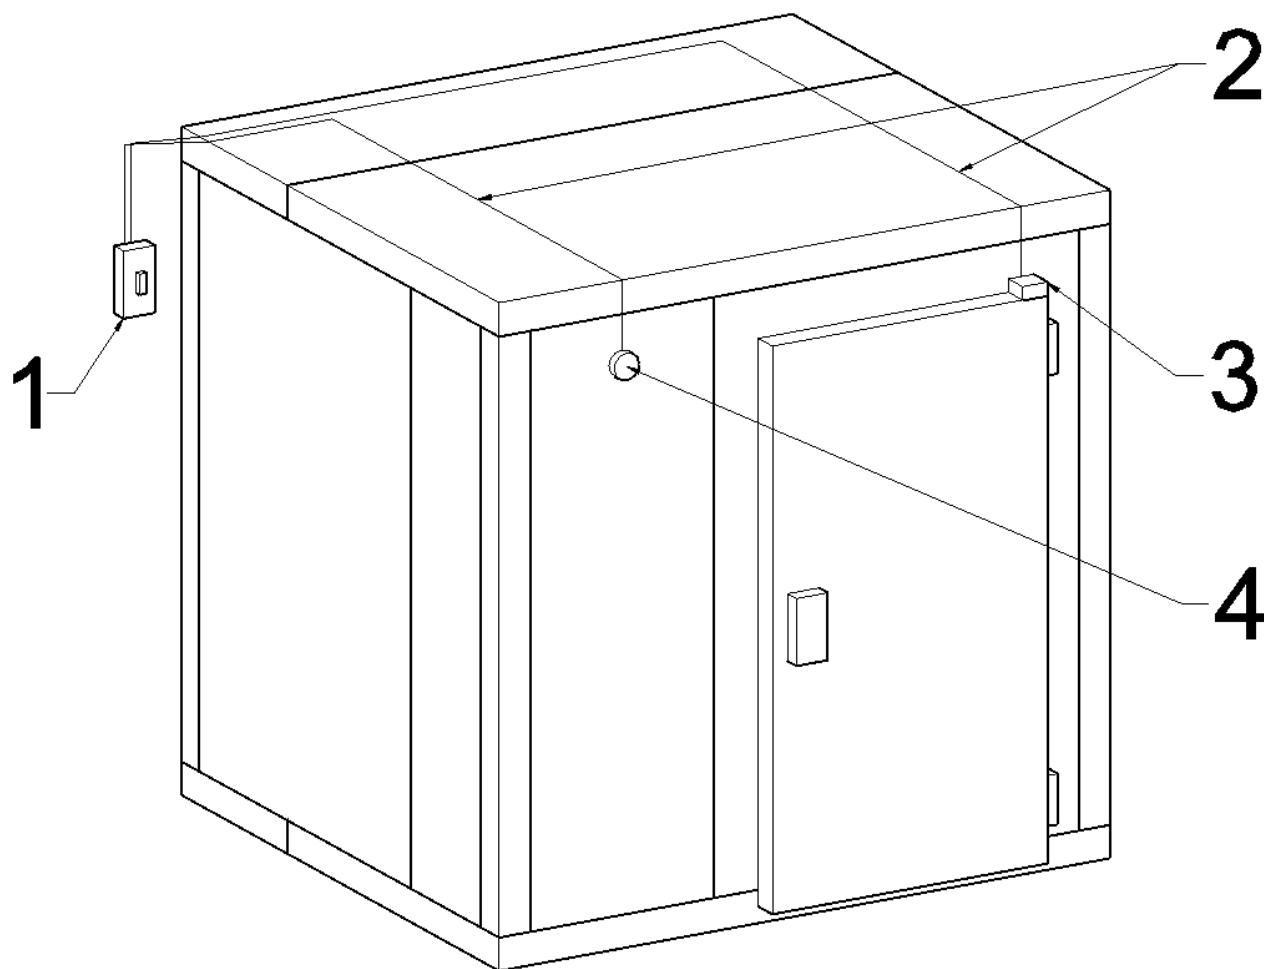

Рис. 5. Схема подключения электрического оборудования.
5.2.15. Подключение электрического оборудования (рис. 5) рекомендуется осуществлять после полной установки холодильной машины (согласно Руководству по эксплуатации машины холодильной).
Провод ПВС, подсоединённый к клеммнику в коробке распределительной, и клапана выравнивания давления довести до автомата (УЗО) поз.1 (рис. 5). Предварительно на провод клапана выравнивания давления надеть трубку ПВХ.